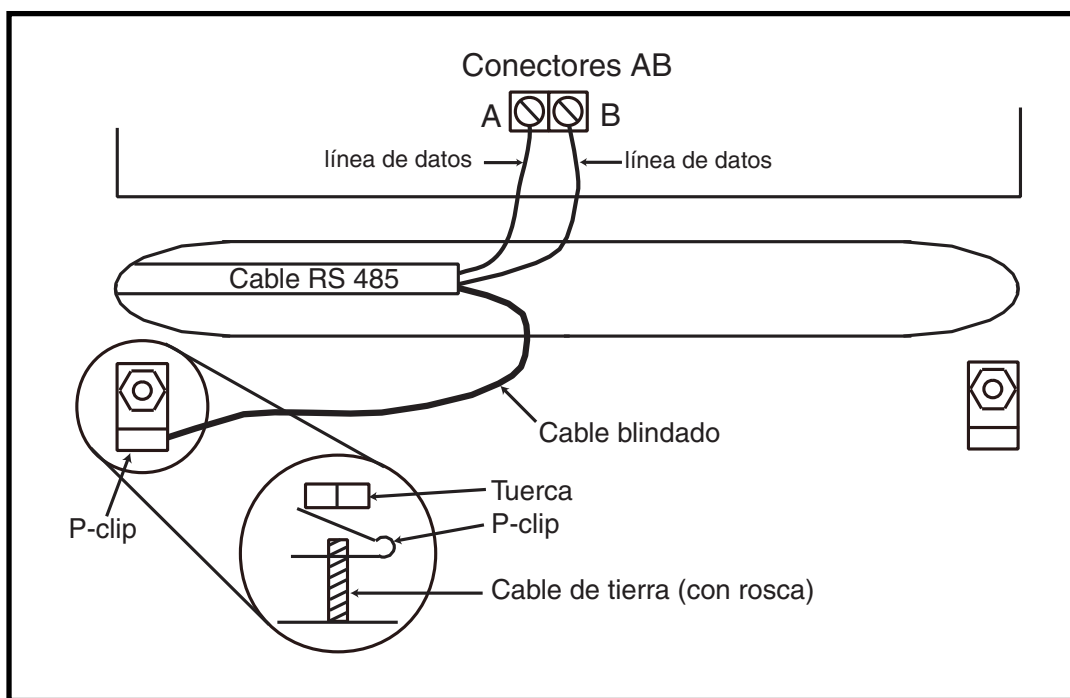

Figura 2-8. Conexión de la pantalla del cable mediante un P-Clip
4. Cuando se utiliza un cable de par trenzado y apantallado, éste se conecta al cable de tierra en el panel de control Galaxy con un P-clip y tuerca suministrados (consulte la figura 2-8).